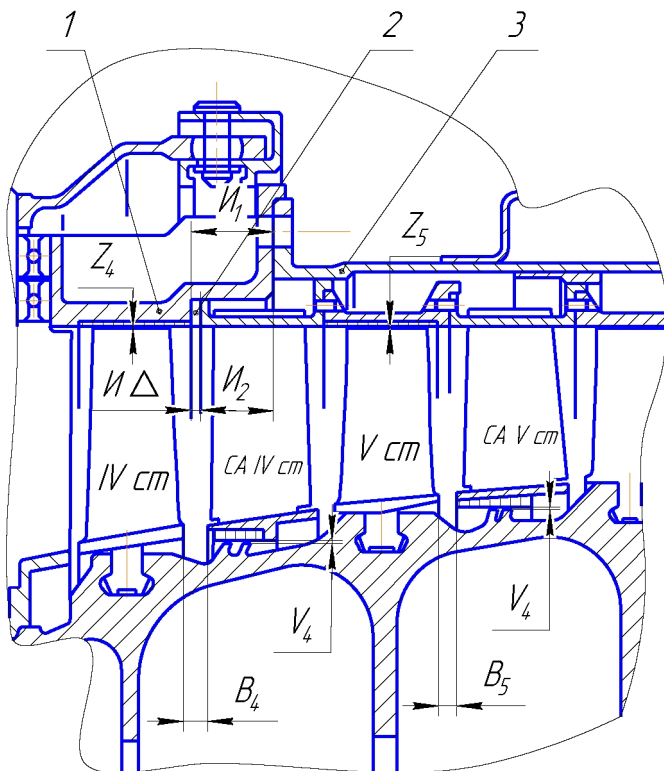
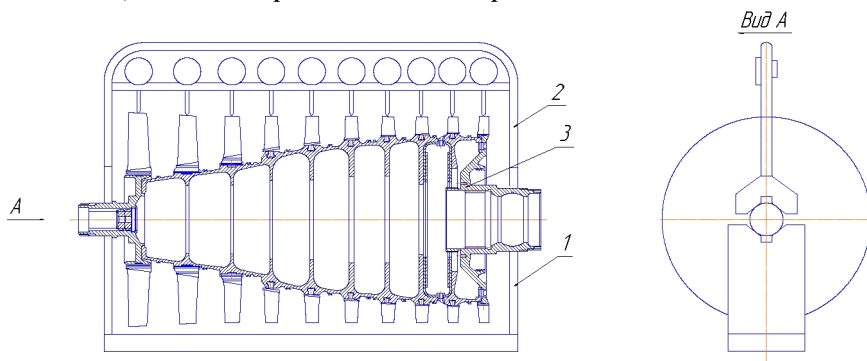

Рис. 2. Схема расположения радиальных и осевых зазоров в проточной части компрессора
Рис. 6. Схема измерения радиальных размеров ротора:
Средний корпус компрессора двухстеночной конструкции. Внутри корпуса устанавливаются промежуточные кольца 4 и спрямляющие аппараты 5 для IV – IX ступеней. Каждый спрямляющий аппарат IV – IX ступеней состоит из двух половин с плоскостью разъема, выполненной под углом 45° . Внутренняя поверхность колец спрямляющих аппаратов и промежуточных колец расточена до размеров, обеспечивающих заданные радиальные зазоры Z и V в уплотнениях (рис. 2). Между торцом спрямляющего аппарата IV ступени и торцом расточки переднего корпуса компрессора устанавливается регулировочное кольцо 2 (см. рис. 2), с помощью которого обеспечивается необходимый осевой зазор I_d при сборке корпуса компрессора.
2. Радиальный зазор z_i (см. рис. 2) должен быть 0,3-0,5 мм для всех ступеней компрессора.
3. Радиальный зазор V_i (см рис. 2) – 0,3-0,6 мм для всех ступеней компрессора.
Радиальные зазоры z (см. рис. 2) из-за отсутствия доступа к ним не могут быть измерены непосредственно, поэтому контроль зазоров производится следующим образом. При выполнении операции «контроль соосности опор» определяют наибольшие и наименьшие размеры R_{cm} по каждому промежуточному кольцу. Размеры R_p у ротора компрессора измеряют с помощью специального приспособления, схема которого показана на рис. 6.
Радиальные зазоры V (см. рис. 2) при сборке обычно не контролируются, так как заданный по техническим требованиям допуск на зазор V обеспечивается по методу полной взаимозаменяемости.
Осевые зазоры V_i (см. рис. 2 и 4) между торцами рабочих колец и торцами обечаск спрямляющих аппаратов контролируются двумя
Осевой зазор H_A (см. рис. 2) контролируется путем измерения размеров I_1 и I_2 и обеспечивается путем подбора необходимой толщины регулировочного кольца 2. При измерении размера I_2 промежуточные кольца и наружные обоймы спрямляющих аппаратов сжимаются усилием $100 + 10$ кгс с помощью специального приспособления.